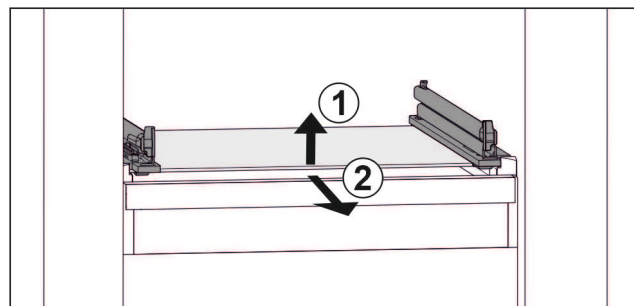

Fig. 26 Приблизне відображення скляної пластини
- Підняти скляну пластину спереду. Fig. 26 (1)
- Вийняти скляну пластину рухом вперед. Fig. 26 (2)